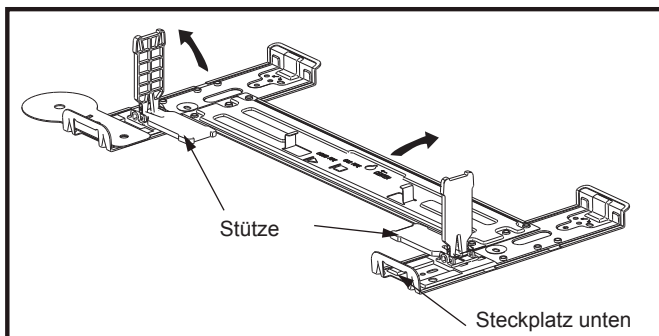
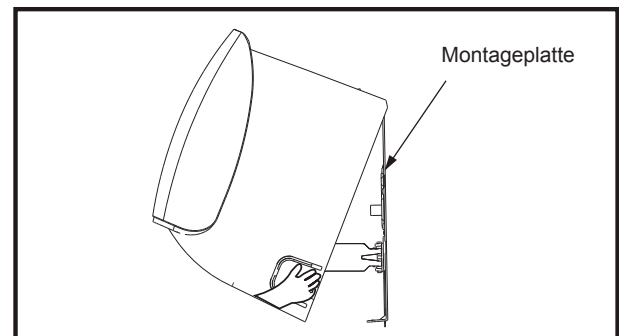

Abb. 10
Abb. 11
- Öffnen die beiden Stützen an der Wandbefestigungsplatte auf 90 Grad, wie in Abb. 10 gezeigt, und bewegen Sie das Gerät Schritt für Schritt, um die beste Position zu erreichen (Abb. 11).